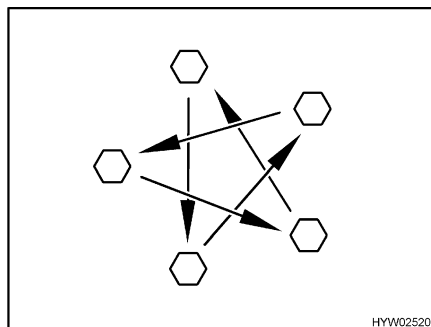

Fig. 162 Serrer en croix les écrous ou les boulons de roue
- Vérifier régulièrement le serrage des écrous ou des boulons de roues. Resserrer alternativement et en croix (Fig. 162) les écrous ou les boulons de roue 50 km après le changement d'une roue.